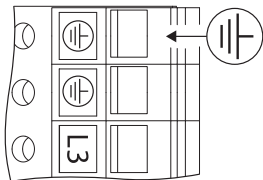

Fig. 27: Extra jordning
- På grund av den förhöjda avledningströmmen för motorer fr.o.m. 11 kW krävs extra jordning enligt EN 61800-5-1:2008-04 (se Fig. 27).